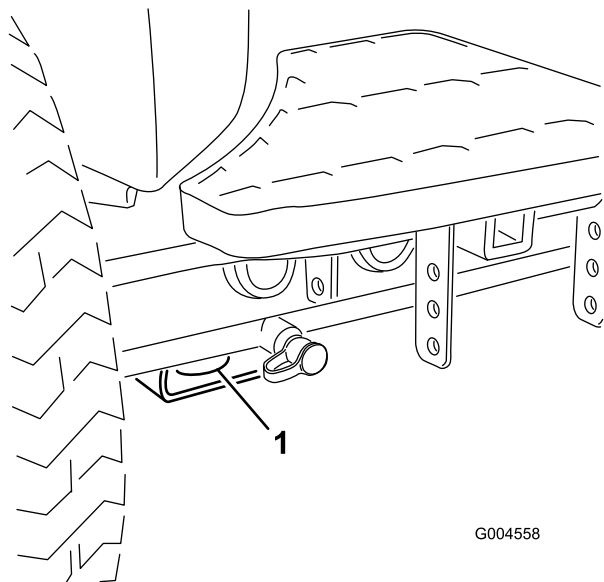

図 46
- 前：各前輪の内側、アクスル・チューブの下にある四角いパッド(図 46)